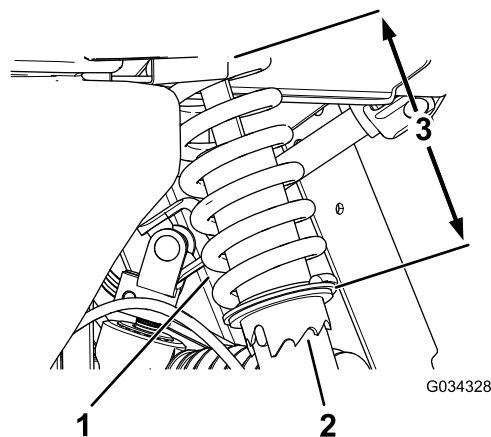

Рисунок 45
1. Используя инструмент Togo № 6010, поверните кольцо на амортизаторе, чтобы изменить длину пружины (Рисунок 45).